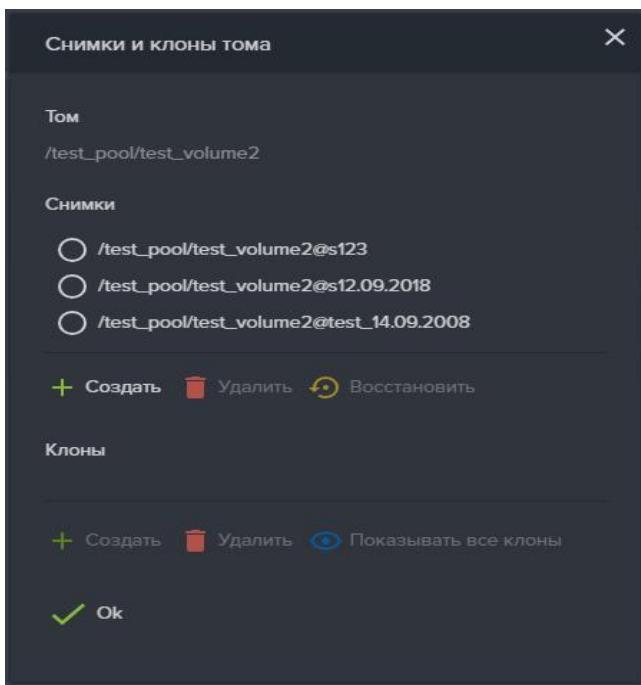

Рисунок 123. Список снимков Тома.
Созданный снимок отобразится в области «Снимки» в формате **/имя_пула/имя_тома@имя_снимка** (см. Рисунок 123).
4. В списке имеющихся снимков отметьте нужный снимок, см. Рисунок 123;